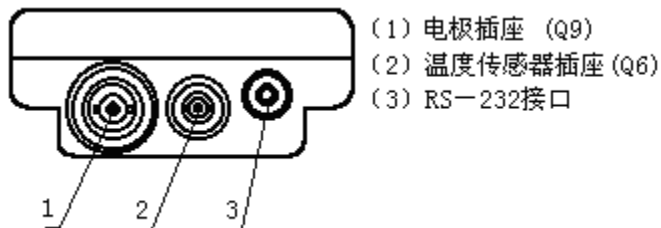
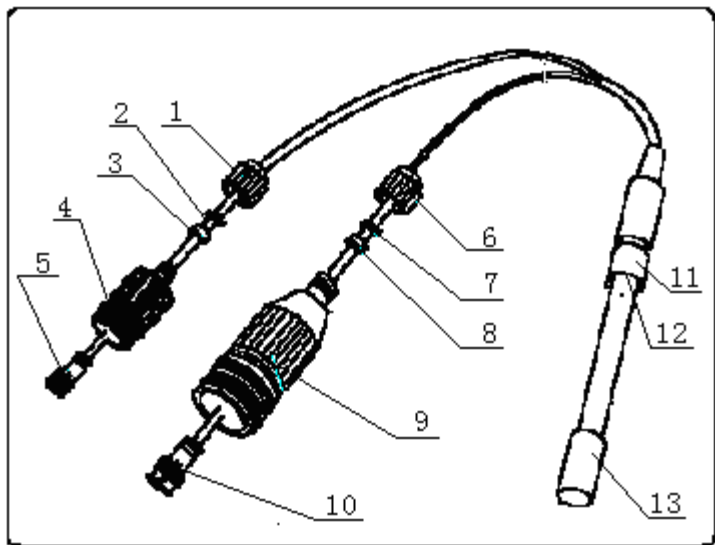

图 5
图 6
仪器后侧面板（图 5）上仅有三个插座分别与电极、或温度电极和 RS-232 接口相连接。
三复合电极实际上是由离子电极、参比电极、温度电极三支电极组合而成，因此，仅需一支电极即能完成与仪器的配置。其结构如图 6（以 E-301-C 型三复合电极为例）。
为了保证仪器的 IP65 防护等级，仪器设计有相应的电极系统防水部件。安装电极时需先在仪器后侧面板图 5 (1) 处拔去 Q9 短路插头，插入电极插头，依次装上图 6 (9) 测量密封套、图 6 (8) 电缆密封套、图 6 (7) 顶圈、图 6 (6) 压帽。然后，在仪器后侧面板图 5 (2) 处插入温度电极 Q6 插头，然后依次装上图 6 (4) 测量密封套、图 6 (3) 电缆密封套、图 6 (2) 顶圈、图 6 (1) 压帽。去除电极按相反顺序实行。
电极使用时应取下电极前段的图 6 (13) 电极套，然后移动电极上部的图 6 (11) 胶皮护套，使图 6 (12) 的氯化钾加液孔露出，用去离子水清洗电极。